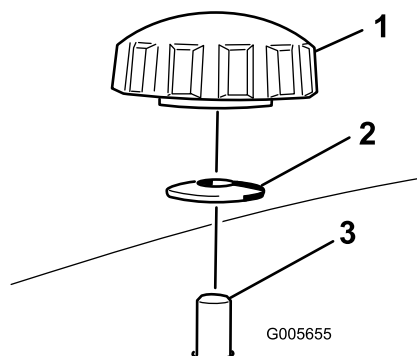
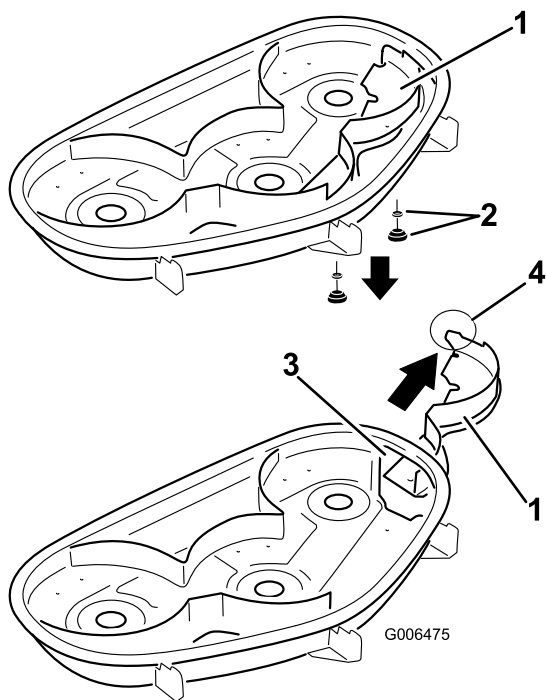

Figura 25
Figura 26
- Retire los 2 pomos y las arandelas curvas que sujetan el deflector derecho al cortacésped, según se muestra en Figura 25.
- Retire el deflector derecho y baje el deflector de hierba sobre el orificio de descarga, según se muestra en Figura 26 y Figura 25.
4. Pase el deflector derecho por el orificio de descarga y fíjelo con 2 pomos y arandelas curvas (cara ahuecada hacia el cortacésped) según se muestra en Figura 25 y Figura 26.